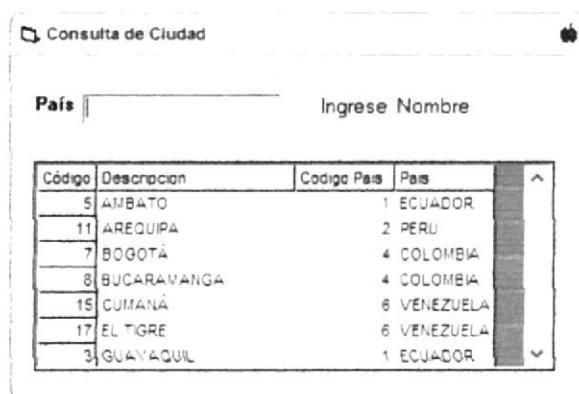

Figura 5.48 Pantalla de Consulta de Ciudad
2. Dar clic en el botón de Búsqueda  y aparecerá la pantalla de consulta de Ciudades. (Ver Figura 5.48).
3. Elija la ciudad que desea modificar dando doble clic en la descripción de este en la Pantalla "Consulta de Ciudad" (Ver Figura 5.48) y volverá automáticamente a la pantalla anterior con todos los campos llenos.